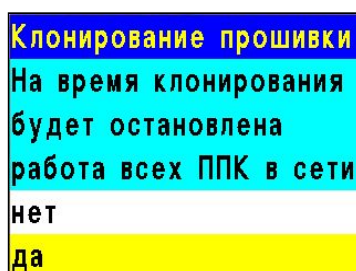

Рисунок 23 - Подтверждение клонирования программного обеспечения ППК
- 2.3.4. ППК выдаст сообщение подтверждающее действия. Выбрать пункт **да**. Нажать кнопку **Ок** (рисунок 23).